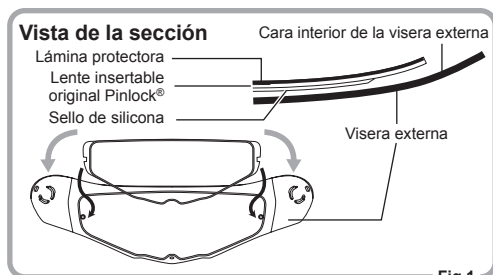

Fig.1
1. Sitúe el lado de silicona de la lente insertable original Pinlock® mirando hacia la parte interior de la visera externa, sin retirar la lámina protectora de la lente. Coloque la lente insertable original Pinlock® en el interior de la visera externa presionándola hasta que haga clic en los pasadores excéntricos. (Fig. 1 y 2)